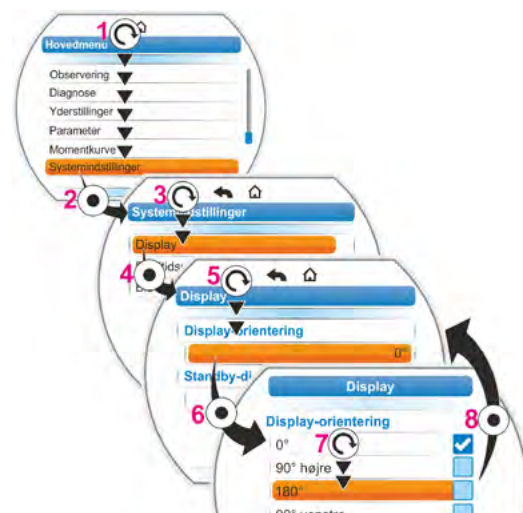

Fig. 2: Skift display-orientering
1. Vælg „Systemindstillinger“ (fig. 2, pos. 1) i hovedmenuen, og bekræft (fig. 2, pos. 2). Menuen „Systemindstillinger“ vises.
2. Placer markeringen på „Display“ (3), og bekræft (4). Menuen „Display“ vises med det aktuelle indstillede gradtal for displayets drejning.
3. Placer markeringen på gradtallet (5), og bekræft (6). Displayet skifter til „Display-orientering“. Den aktuelle indstilling vises af fluebenet .
4. Placer markeringen på den ønskede indstilling (7) og bekræft (8). Visningen i displayet tilpasses tilsvarende.